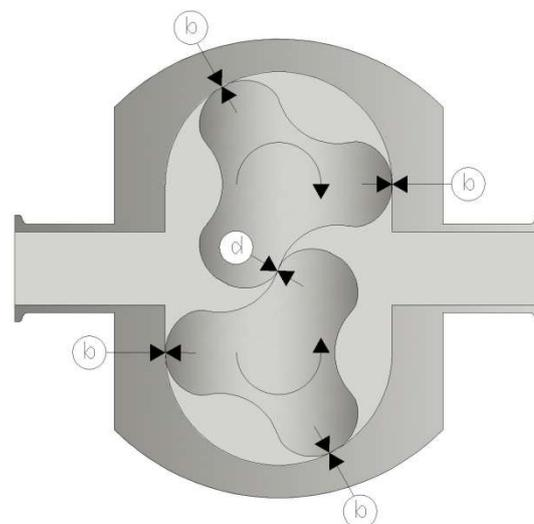

Figure 30 - Cale / mesure du jeu
- Aligner les rotors dans le logement du rotor en suivant les indications de la Figure 30.
- Vérifier le jeu d'engrènement rotor à rotor (point d de la figure 30, à gauche du lobe inférieur) sur le premier lobe et en prendre note.
- Tourner les rotors de 120° (dans le sens des aiguilles d'une montre sur l'arbre d'entraînement du rotor) et mesurer le jeu d'engrènement rotor à rotor (point d de la figure 30, à gauche du lobe inférieur) sur le second lobe et en prendre note.
- Tourner les rotors de 120° (sens des aiguilles d'une montre sur l'arbre d'entraînement du rotor) et mesurer le jeu d'engrènement rotor à rotor (point d de la figure 30, à gauche du lobe inférieur) sur le dernier lobe et en prendre note.